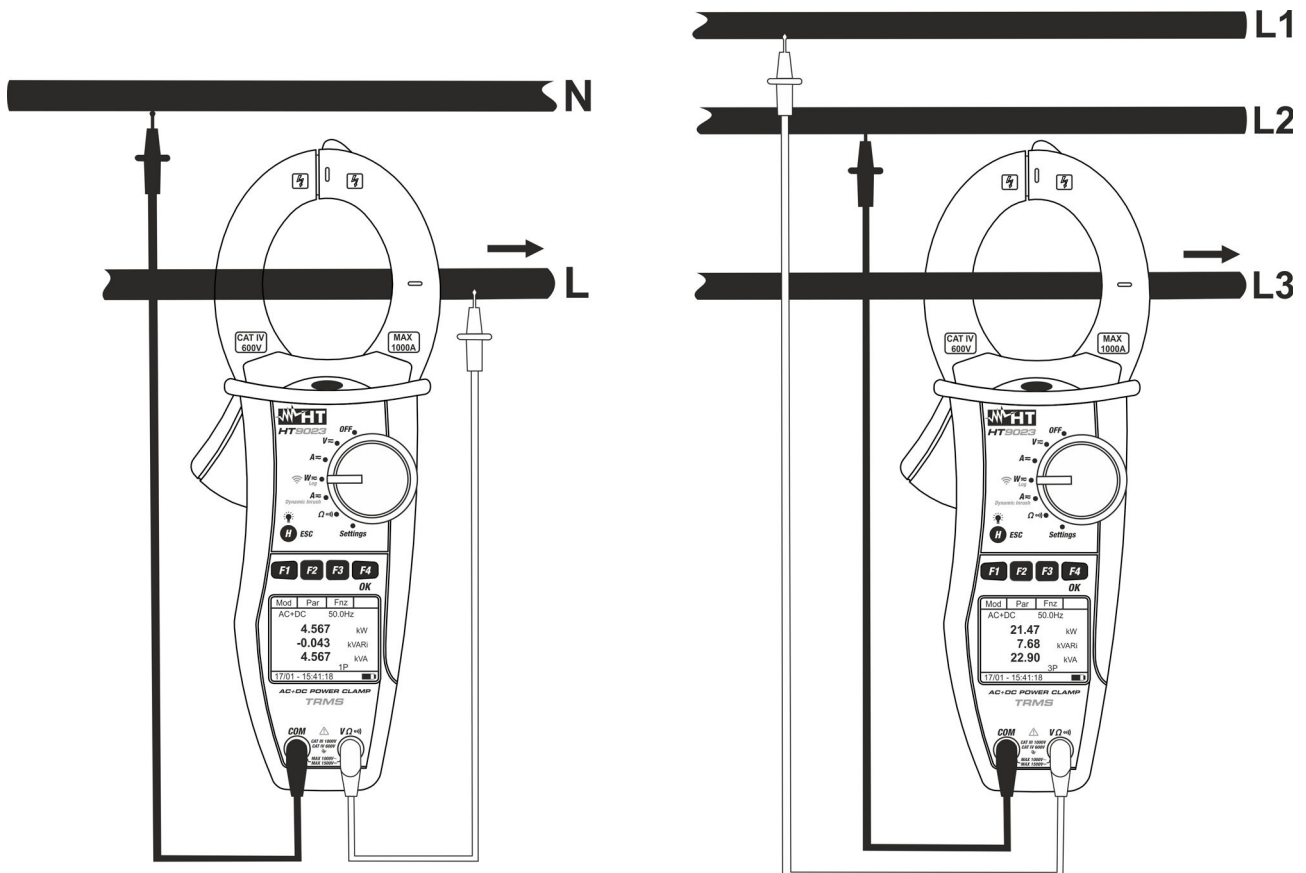

Fig. 13: Misura di potenze AC/AC+DC in sistemi Monofase e Trifase equilibrato
- Inserire il cavo rosso nel terminale di ingresso **VΩ[Ⓜ]** e il cavo nero nel terminale di ingresso **COM** ed eseguire i collegamenti dello strumento come indicato in Fig. 13 in funzione del tipo di misura. Inserire il cavo all'interno del toroide rispettando la direzione della corrente indicata dalla freccia al centro dello stesso al fine di ottenere misure accurate. Utilizzare le tacche presenti come riferimento (vedere Fig. 2)